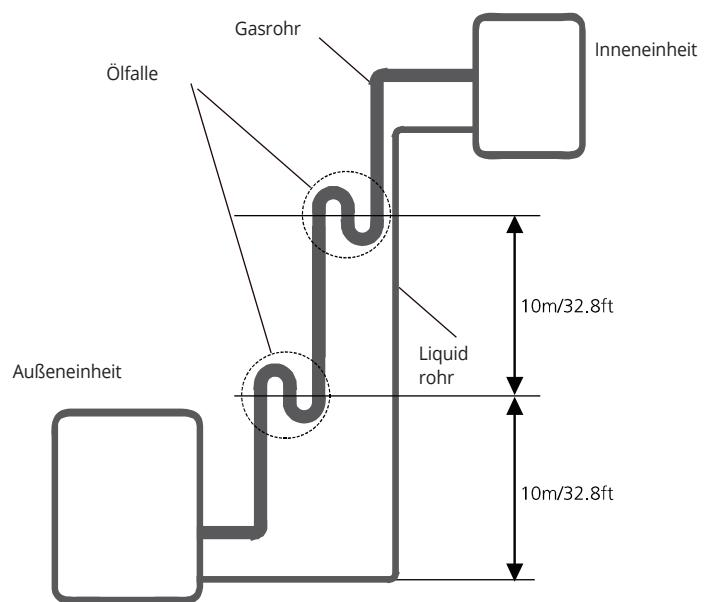

Abb. 6.1
- Wenn das Öl zu der externen Kompressoreinheit zurückfließt, kann es bei der Ölrückführung zu einer Kompression der Flüssigkeit oder Beschädigung kommen. Ölfallen in erhöhten Gasleitungen können dies verhindern. Alle 10 Meter (32,8 f) des vertikalen Saugrohrs muss eine Ölfalle installiert werden. (siehe Abb. 6.1)